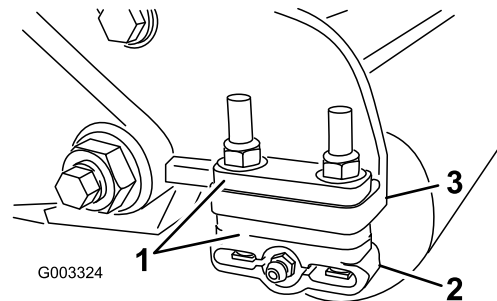

Figure 12
1. Réglez les supports du rouleau arrière (Figure 12) à la plage de hauteur de coupe voulue en plaçant le nombre correct d'entretoises sous la bride de fixation de la plaque latérale (Figure 12) en vous reportant au Tableaux de sélection des hauteurs de coupe et des contre-lames (page 13).